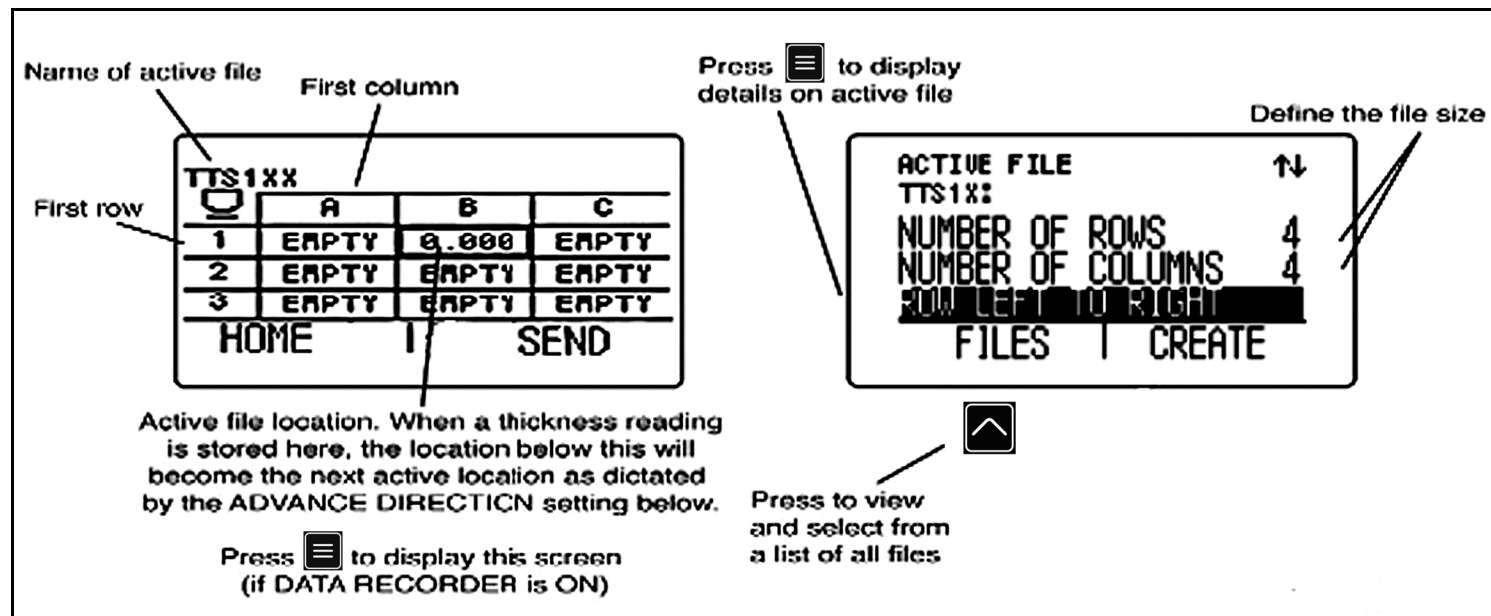

Figure 20 : Définition de la taille et du sens d'avance d'un fichier de données.
- les nombres de LIGNES et de COLONNES dans le fichier de données (voir *Figure 20 à la page 48*).
- le SENS D'AVANCE (voir *Figure 20 à la page 48*).
Vous devez d'abord activer Data Recorder dans la vue CONFIGURATION. Une fois Data Recorder activé, le contenu du fichier de données actif s'affiche dans la *Grille de navigation* dans un fichier représentée en *Figure 20 à la page 48*.
en *Figure 20 à la page 48*. Utilisez les touches , ,  et  afin de choisir une position mémoire dans la fenêtre de navigation active. La position mémoire actuelle est indiquée par un bord noir. Dès qu'une position mémoire sera choisie, vous pourrez :